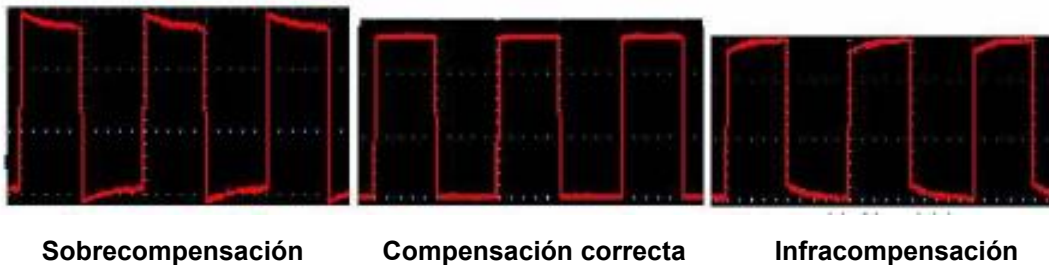
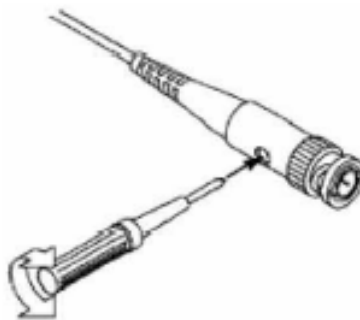

Fig. 7 Formas de onda mostradas de la compensación de la sonda
Fig. 8 Sonda de ajuste
2. Compruebe las formas de onda mostradas y regule la sonda hasta que se consiga una compensación correcta (consulte **Fig. 7** y **Fig. 8**).